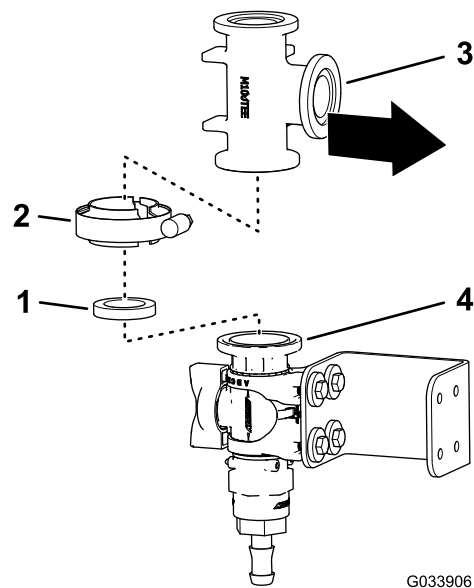
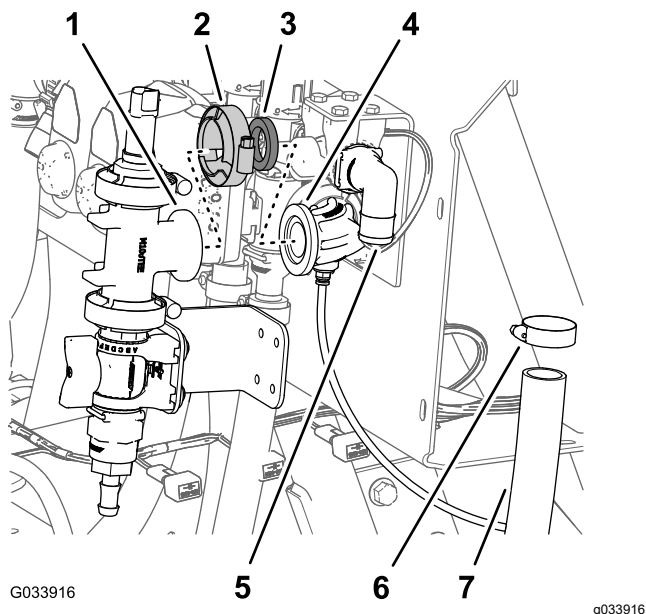
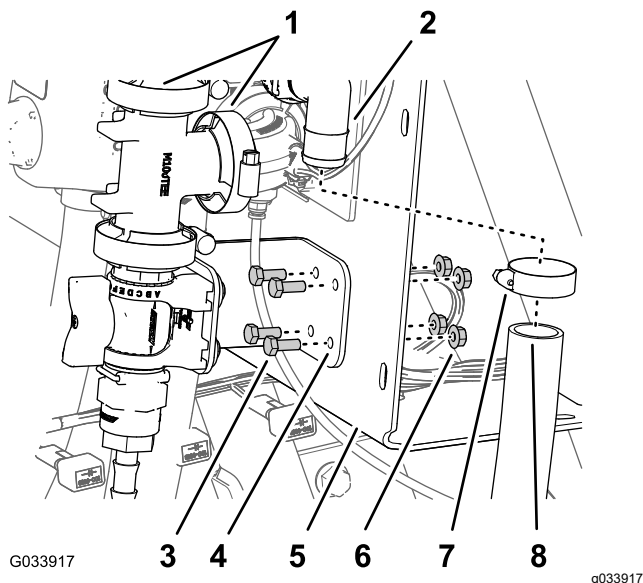

図 29
図 31
図 34
4. 図 29 のように、T 字フィッティングのフランジを、制御バルブのフランジに合わせる。
5. ガスケットとフランジクランプで、T 字フィッティングを制御バルブに仮止めする 図 29。
1. T字フィッティングのフランジを、センスチューブ用コネクタ付き 90° フィッティングのフランジに合わせる 図 31。
2. ガasketとフランジクランプで、T字フィッティングと 90° フィッティングを仮止めする 図 31。
4. センスチューブ用コネクタ付き 90° フィッティングから、クランプ、ガasket、フランジ付きT字フィッティングを外す 図 31。
1. T字フィッティングのフランジを、センスチューブ用コネクタ付き 90° フィッティングのフランジに合わせる 図 34。
2. ガasketとフランジクランプで、T字フィッティングと 90° フィッティングを仮止めする 図 34。
4. 制御バルブとT字フィッティング 図 29 とT字フィッティングをセンスチューブ用コネクタ付き 90° フィッティングに固定しているフランジクランプを、手締めする 図 31 と 図 34。